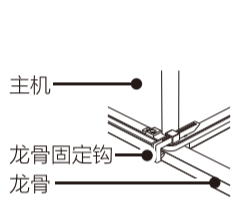

图3
- 2 将4个龙骨固定钩插入产品箱体四周相应部位。（如图3）